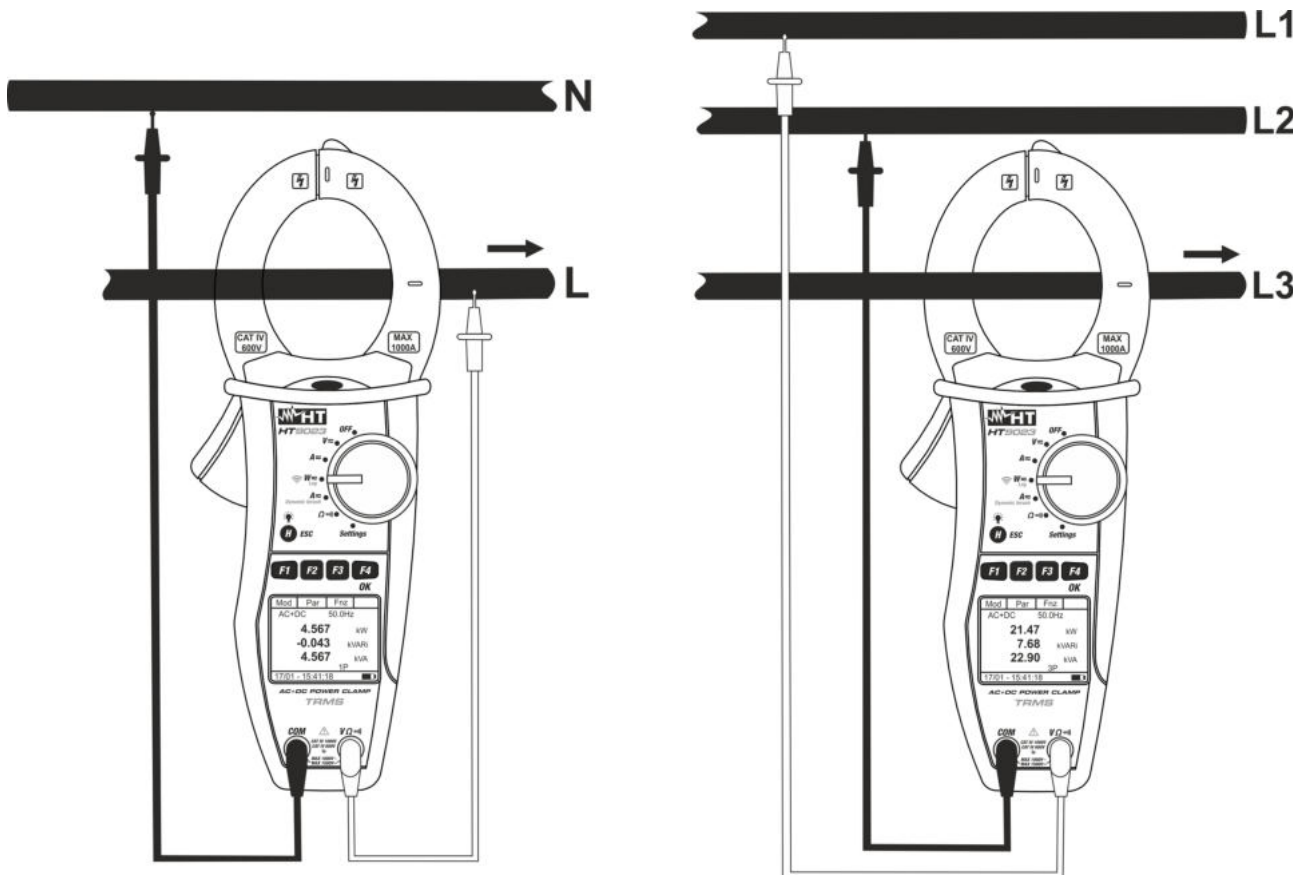

Fig. 13: Misura di potenze AC/AC+DC in sistemi Monofase e Trifase equilibrato
6. Inserire il cavo rosso nel terminale di ingresso **VΩⓂ** e il cavo nero nel terminale di ingresso **COM** ed eseguire i collegamenti dello strumento come indicato in Fig. 13 in funzione del tipo di misura. Inserire il cavo all'interno del toroide rispettando la direzione della corrente indicata dalla freccia al centro dello stesso al fine di ottenere misure accurate. Utilizzare le tacche presenti come riferimento (vedere Fig. 2)
- Premere il tasto **F2 (Par)**, selezionare con lo stesso tasto l'opzione **“Pf-dPf”** per la lettura dei valori di fattore di potenza (Pf) e  $\text{Cos}\varphi$  (dPf) confermare con **F4 (OK)**. La seguente videata è mostrata a display